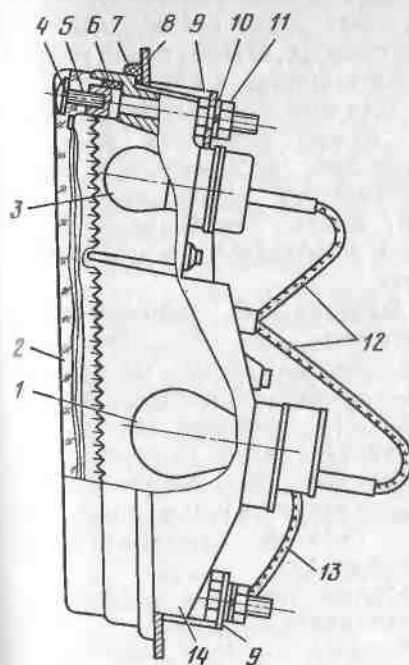

Рис. 193. Подфарник:
**Подфарники.** Подфарники ПФ145 (рис. 193) двухламповые, включают в себя лампу 1 (А12-21-1) указателя поворотов и лампу 3 (А12-5) обозначения габаритов автомобиля. Рассеиватель 2 шид лампой обозначения габаритов прозрачный, а остальная часть оранжевого цвета.